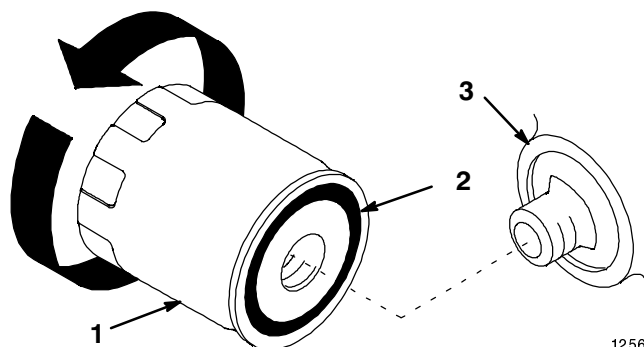

Figure 17
6. Changez le filtre à huile (Fig. 17).
2. Déposez le filtre à huile usagé et essuyez la surface du joint de l'adaptateur (Fig. 17).
3. Appliquez une fine couche d'huile neuve sur le joint en caoutchouc du filtre de rechange (Fig. 17).
4. Posez le filtre à huile de rechange sur l'adaptateur. Tournez le filtre dans le sens des aiguilles d'une montre jusqu'à ce que le joint rejoigne l'adaptateur, puis donnez un demi-tour supplémentaire (Fig. 17).